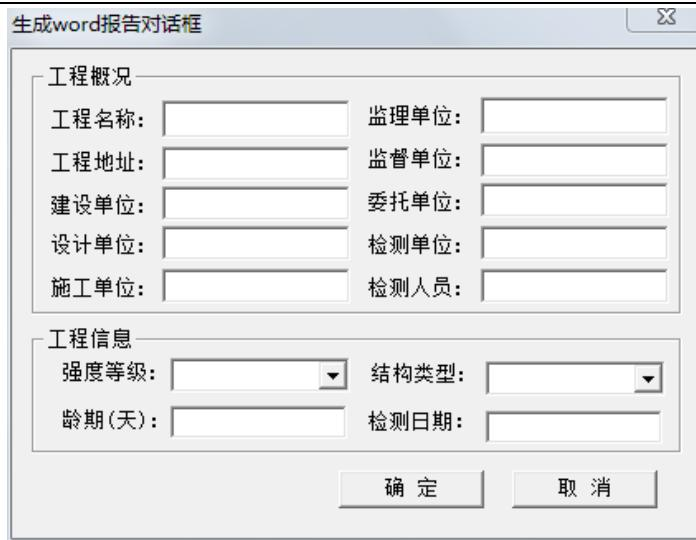

图 9.7 生成 word 报告对话框
(3) 弹出的对话框(如图 9.7 所示)中输入生成报告文件所需要的信息,完成后按**确定**键继续。
(4) 上一步结束后系统会自动调用 WORD 程序,并显示生成的报告,此报告为初稿还需要用户根据自己的要求进行编辑、修改最后形成正式的检测报告。